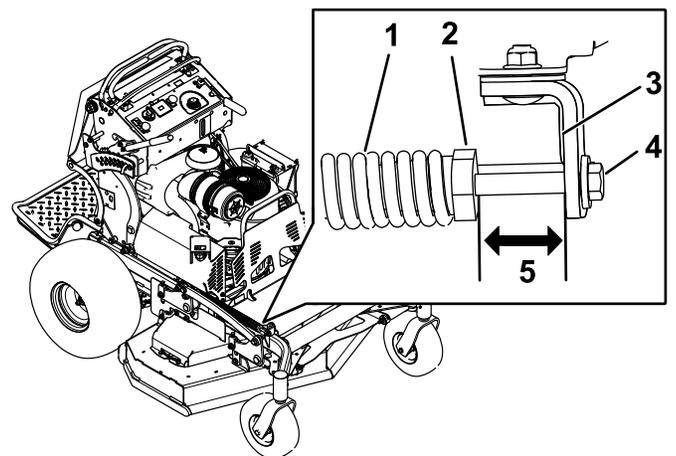

Figura 98
2. Controllate la distanza tra il dado della molla e il lato posteriore della staffa di montaggio saldata (Figura 98).
3. Assicuratevi che la lunghezza sia compresa tra 47 e 50 mm (Figura 98).
4. Se necessario, regolate la distanza regolando il bullone sulla parte anteriore della staffa di montaggio (Figura 98).